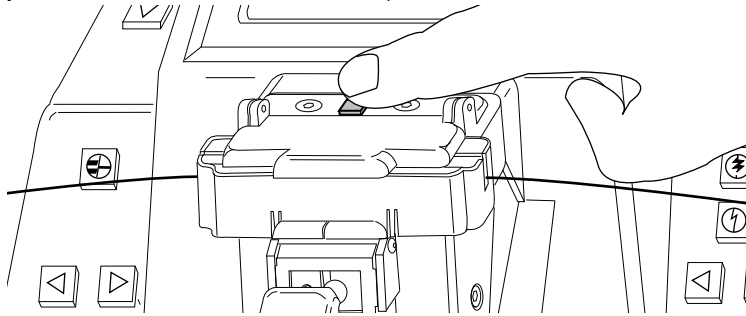

Abbildung 25
- d)** Schließen Sie die Abdeckung. Betätigen Sie die gelbe Taste an der Oberseite des Schrumpfofens, um den Schrumpfzyklus zu starten (siehe Abb. 25). Während des gesamten Schrumpfvorgangs leuchtet die rote LED. (Durch erneute Betätigung der gelben Taste kann der Schrumpfofen jederzeit wieder deaktiviert werden.)